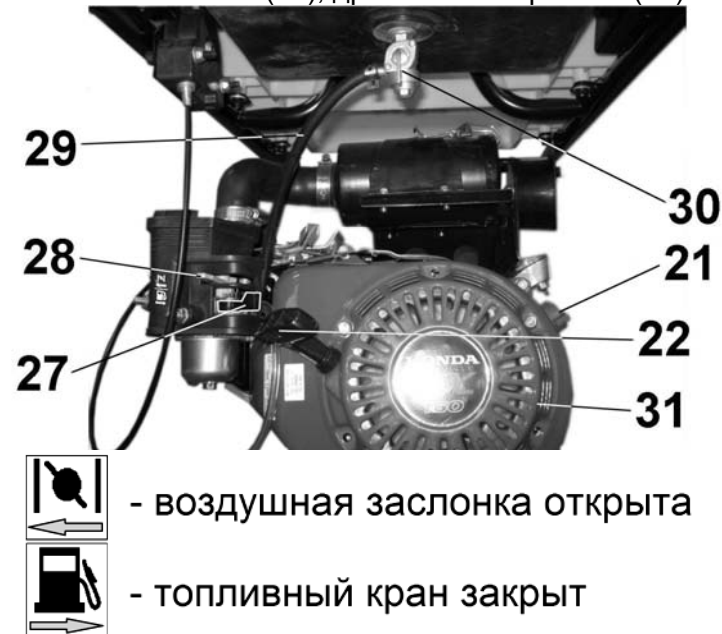

Рис.5
9.2. Рычаг крана (30) переведите в положение ВКЛ (ON). Коромыслом (27), в соответствии с направлением изображённой стрелки, откройте топливный клапан, Рис.5.
9.3. В соответствии с направлением стрелки дроссельным рычагом (28) закройте воздушную заслонку, Рис.5.
9.7. Сразу после запуска двигателя переведите дроссельный рычаг (28) в положение открытой воздушной заслонки, Рис.5. После установившейся работы двигателя, примерно через 15-20 сек, ручку газа (9) переведите в положение минимальных оборотов двигателя (холостой ход), Рис.2.